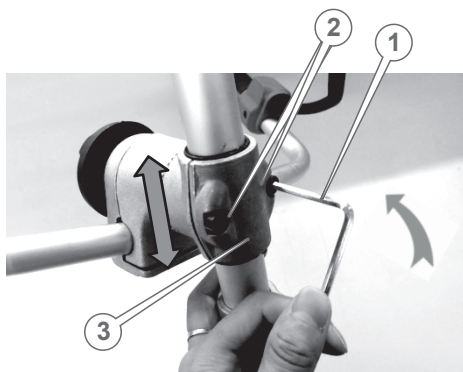

Рисунок 6. Схема регулювання положення руків'я на штангі виробу.
2. Вкласти руків'я (5, рис. 5) в муфту кріплення та закріпити фіксатором (2, рис. 4) та встановити муфту на штангу (рис. 6).
3. Відрегулювати розташування руків'я по довжині штанги для комфортної роботи та зафіксувати болтами (2, рис. 6) торцевим ключем (1, рис. 6).